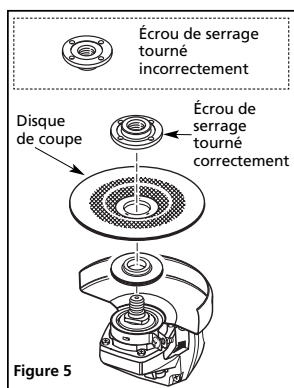

Figure 5
- (0,12 po) ou moins et doit donc être fixée avec la partie soulevée de l'érou face à l'utilisateur. (Voir la figure 5.)
NOTE : Tous les disques avec une épaisseur centrale de moins de 4 mm (0,16 po) doivent avoir l'écrou orienté tel qu'indiqué dans la figure 5.